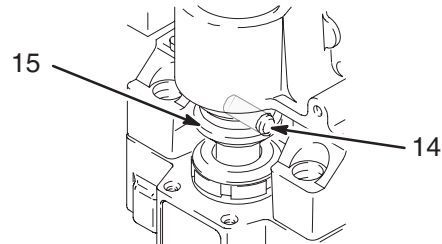

Fig. 10
1. Essayer d'arrêter la pompe quand la tige de piston (222) est en fin de course basse. Pour abaisser la tige de piston manuellement, retirer le capotage (32) et faire tourner les pales du ventilateur. Prendre un tournevis pour pousser le ressort (15) vers le haut et sortir la goupille (14). Voir Fig. 10.
3. Enlever le capot moteur (32).